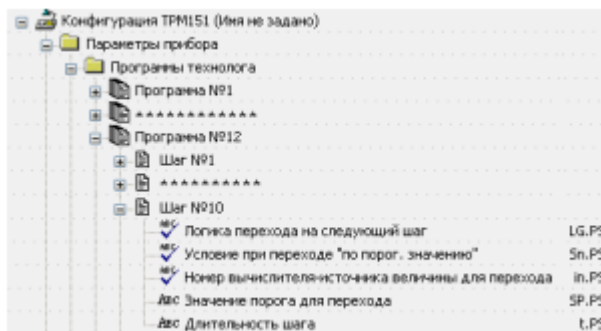

**Рисунок 3.3 – Примеры Программ, реализуемых с применением различных видов шагов**
- программу, состоящую более чем из 10 Шагов (см. рисунок 3.3, б, г, который представляет примеры Программ, реализуемых с применением различных видов Шагов);
- программу, работающую по бесконечному циклу (рисунок 3.3, в, г).
Нециклическая Программа в ТРМ151 (рисунок 3.3, а, б) состоит из последовательности «обычных шагов» и «шагов с переходом», которая заканчивается Шагом типа «конец программы».